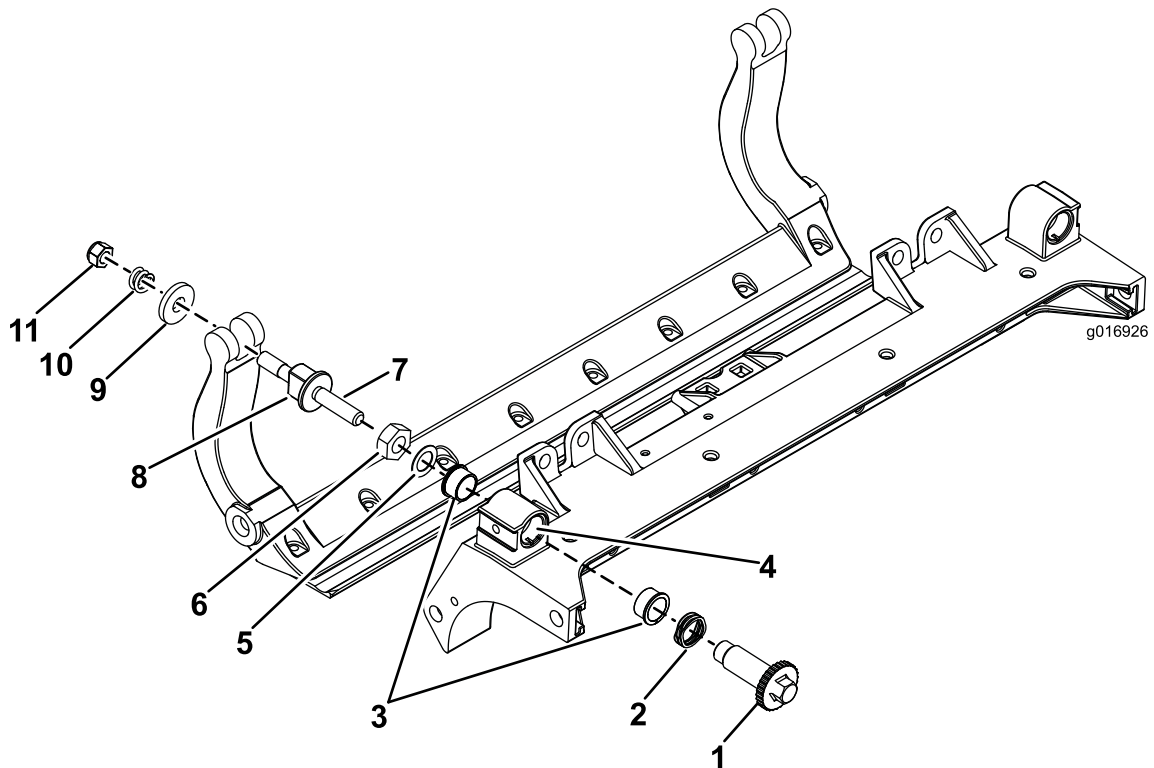

Figura 43
1. Rimuovete tutti i componenti (fate riferimento alle Istruzioni per l'installazione del kit DPA HD e a Figura 43).
2. Applicate del lubrificante antigrippaggio all'interno dell'elemento in cui vanno montate le boccole, sul telaio centrale dell'apparato di taglio (Figura 43).
3. Allineate le chiavette sulle boccole flangiate alle scanalature sul telaio e montate le boccole (Figura 43).
4. Montate una rondella ondulata sull'albero del dispositivo di regolazione e inserite l'albero all'interno delle boccole flangiate sul telaio dell'apparato di taglio (Figura 43).
5. Fissate l'albero del dispositivo di regolazione con una rondella piana e un dado di bloccaggio (Figura 43).
12. Posizionate una rondella in acciaio all'esterno di ciascuna rondella in nylon (Figura 43).
Nota: Le rondelle all'interno possono avere del gioco (Figura 43).
15. Serrate il dado su ciascun gruppo di regolazione della barra di appoggio fino a comprimere completamente la molla di compressione, quindi allentate il dado di 1/2 giro (Figura 43).